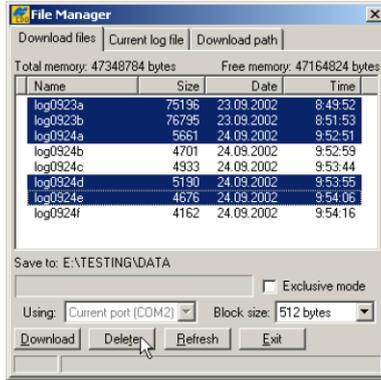

Figura 4-7. Borrado de archivos
3. Haga clic en **File ► File Manager** y seleccione los archivos que desea borrar en la pestaña *Download files* (Figura 4-7 en la página 4-7).
4. Haga clic en **Delete** (Figura 4-7 en la página 4-7).